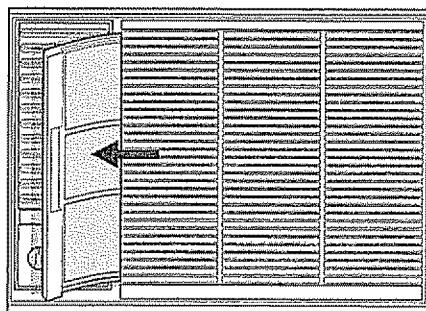

Figura 2
- Los modelos con rejillas de 6-sentidos tienen un filtro deslizante. Sujete la manija formada del filtro y jale a la izquierda, quitándola del panel delantero (Figura 2)